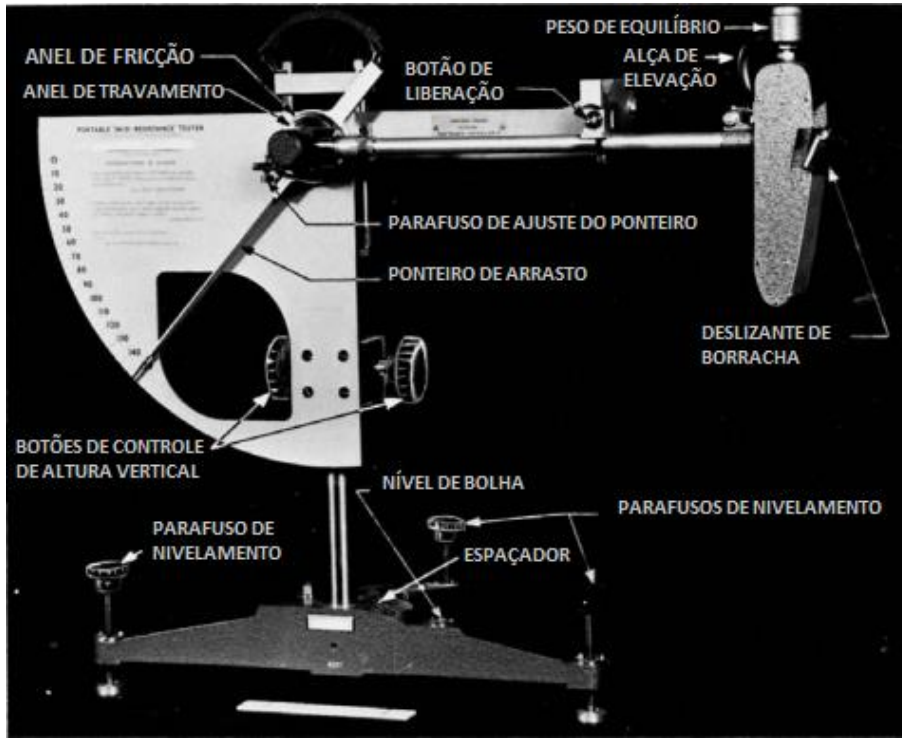
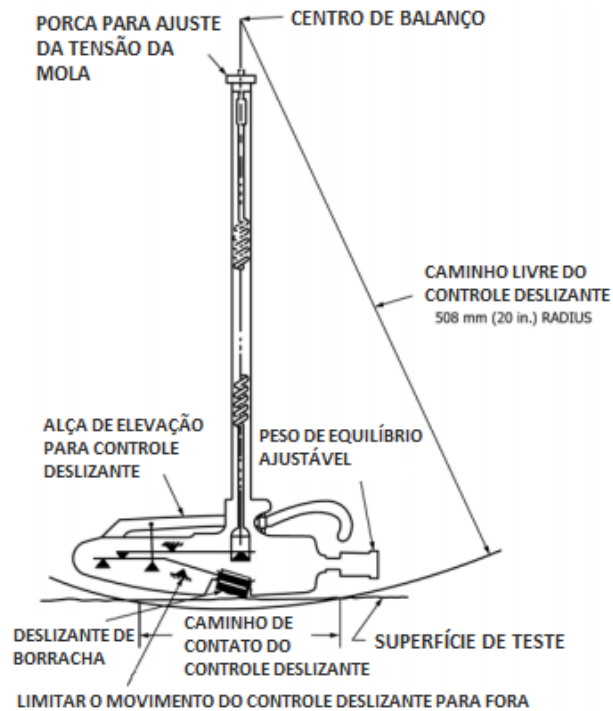

Figura 1 - Pêndulo Britânico
Figura 2 - Desenho esquemático do pêndulo mostrando o arranjo da mola e da alavanca
- 5.1. Pêndulo Britânico (Figura 1) - O pêndulo com o controle deslizando e sua montagem devem pesar 1500 ± 30 g. A distância do centro de gravidade do pêndulo a partir do centro de oscilação deve ser 411 ± 5 mm ($16,2 \pm 0,2$ pol.). O dispositivo deve possuir ajuste vertical para fornecer um caminho de contato para o controle deslizando de $125 \pm 1,6$ mm ($4\frac{15}{16} \pm \frac{1}{16}$ pol.) para ensaios em superfícies planas e 76 a 78 mm ($3 \pm \frac{1}{16}$ pol.) para ensaios de polimento. O arranjo da mola e da alavanca mostrado na Figura 2 deve ter uma carga